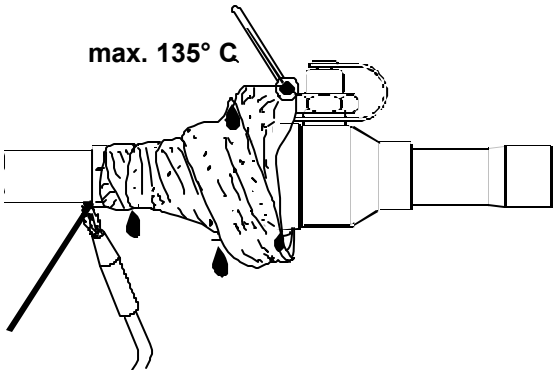

Fig. 1
- Bescherm de afsluiter tijdens het solderen met een natte doek en richt de vlam niet direct op het afsluiterhuis zodat de pakkingen niet worden beschadigd (zie fig. 1). Teneinde oververhitting te vermijden, de afsluiter na het solderen van de eerste aansluiting weer af laten koelen.
- Pendant l'opération de brasage la flamme doit être dirigée vers l'extérieur du corps pour éviter des dommages internes. Utiliser un chiffon humide ou tout autre protection évitant la transmission de la chaleur (voir Fig. 1).
- Durante la saldatura, direzionate la fiamma lontano dal corpo della valvola per evitare possibili danneggiamenti alla valvola. Utilizzate stracci bagnati o altro per la protezione dal calore (vedi Fig. 1).